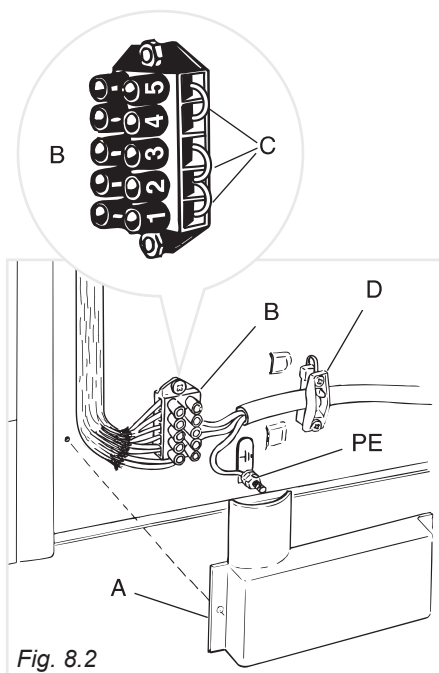

Fig. 8.2
- Per le cucine SE.. 554 P posizionare i cavallotti "C" sulla morsettieria "B" (fig. 8.2) secondo lo schema di fig.8.4.